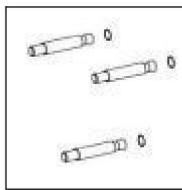

Fig.2.
- 2). Insérez les trois boulons d'expansion (1) inclus dans le support percé. des trous. Vous devrez peut-être utiliser un marteau pour les fixer à travers les trous. Voir le(Fig.2.)